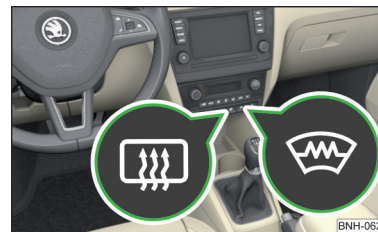

Fig. 47
**Butoane pentru încălzire (în funcție de dotarea autovehiculului) » fig. 47**